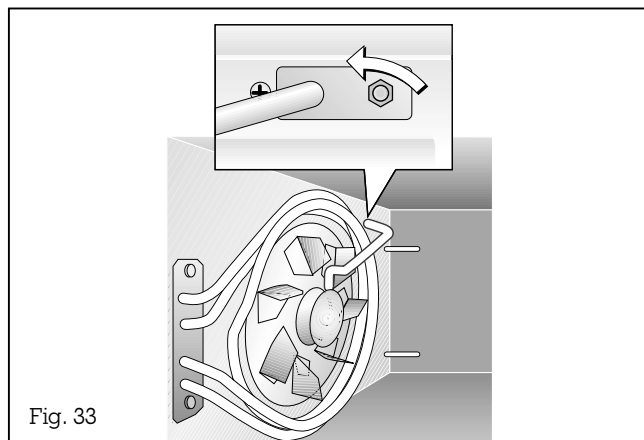

Fig. 33
- Démontez le tuyau en enlevant d'abord l'écrou de 8, puis en sortant le tuyau de son support (fig. 33).